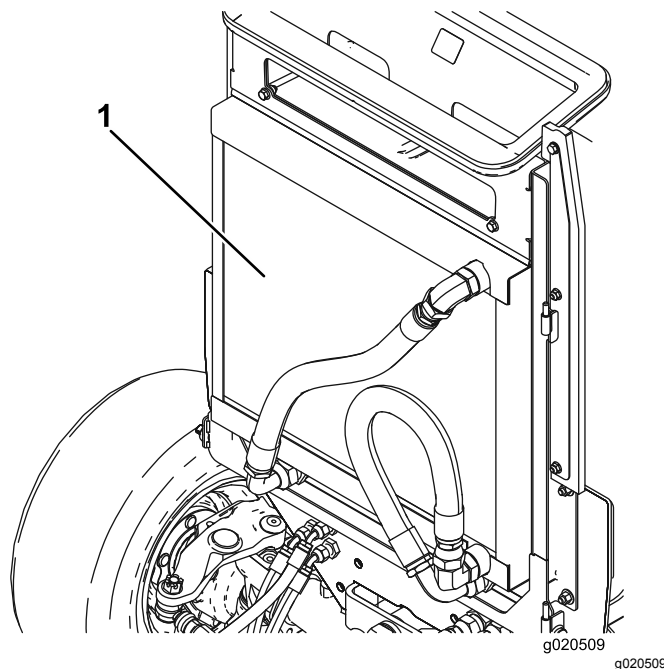

Figura 46
2. Limpe ambos os lados do radiador/refrigerador (Figura 46) com ar comprimido. Comece a partir da parte frontal e sopre os detritos para fora na direção da parte posterior. Depois, limpe a partir da parte posterior e sopre na direção da parte frontal. Repita o procedimento várias vezes até remover toda a sujidade e detritos.